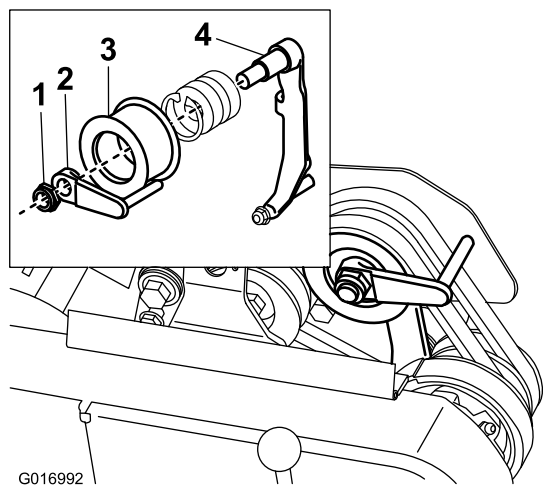

図 41
8. エンジンを使わずに、楽に機体を押したり引いたりすることができるように、ベルトガイド 図 41 挿入図を以下のように調整しておきます。